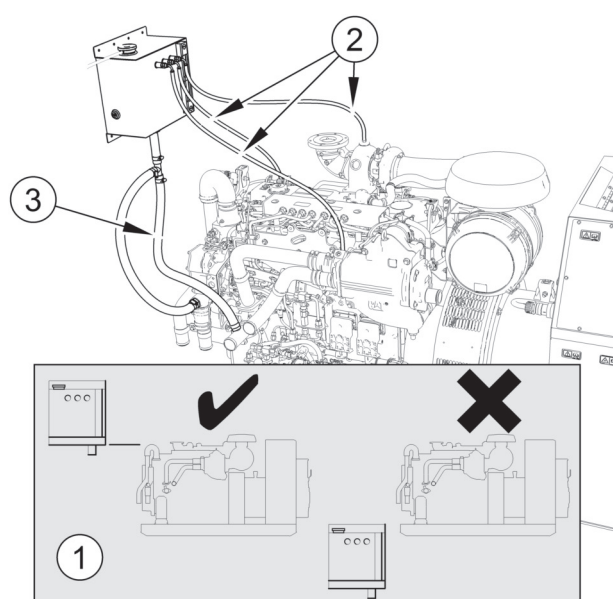

Figure 33
- 1 Positionnez le vase d'expansion à distance de manière que le fond soit à l'emplacement indiqué à la figure 33.